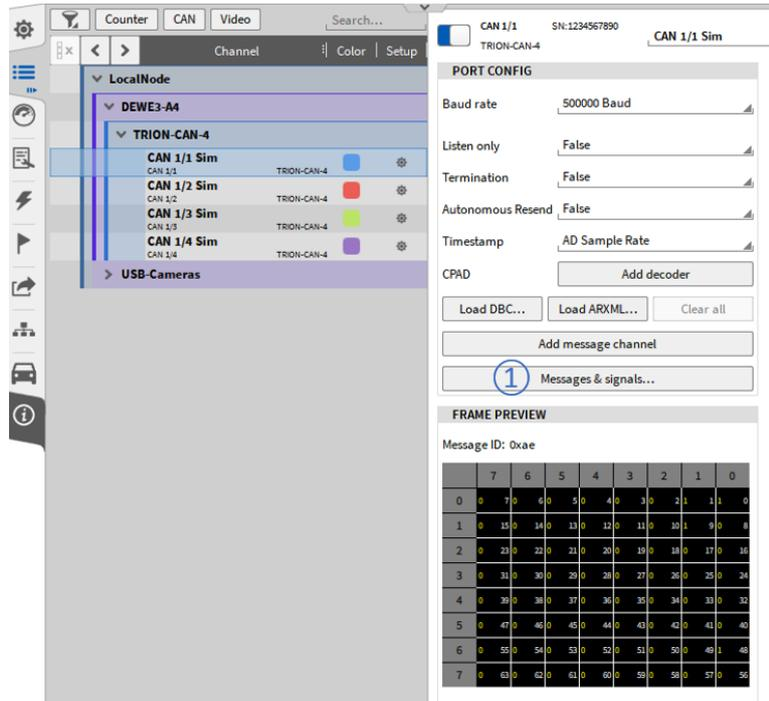

Abb. 7.209: CAN-Port-Konfiguration
Anstatt dbc- oder arxml-Dateien für die Datendekodierung zu verwenden, ist es auch möglich, CAN-Nachrichten und Signale manuell hinzuzufügen. OXYGEN stellt hierfür einen CAN-Editor zur Verfügung, der durch Drücken der *Messages & Signals...* Taste in der CAN-Port-Konfiguration (siehe ① in Abb. 7.209):